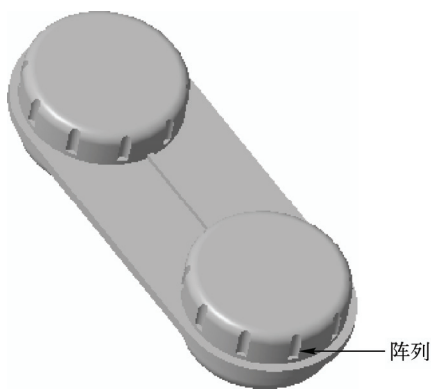

图 16-70 完成隐形眼镜盒绘制
STEP 14 执行与上述同样的操作，对另一边的特征进行阵列。此时即可完成隐形眼镜盒的绘制，效果如图 16-70 所示。